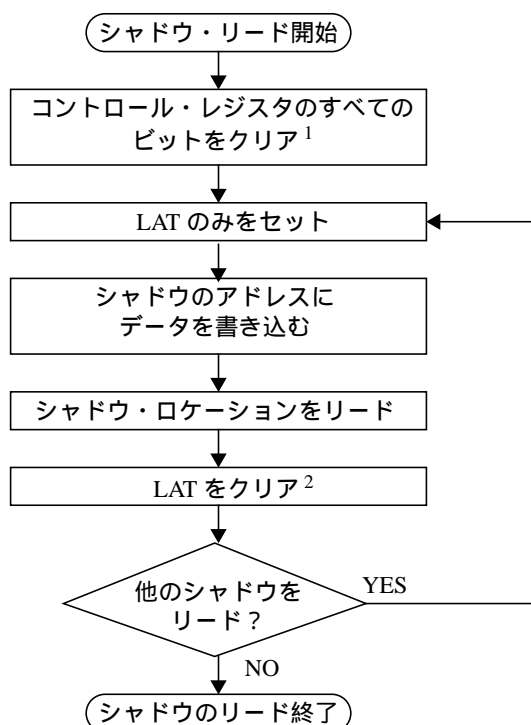

図 51 シャドウ・レジスタの読出し方法
10. マージン・フラグがまだセットされていない場合、消去選択したブロック ( ブロック消去 ) またはアレイ全体 ( 一括消去 ) を読み出してすべてのロケーションが消去されているかを検証します。一括消去の場合はシャドウの検証も行います。詳しくは図 51 「シャドウ・レジスタの読出し方法」を参照してください。TFMCR のシャドウの消去値は \$BFFF ですので注意してください。